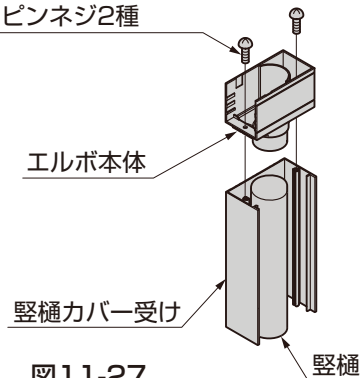
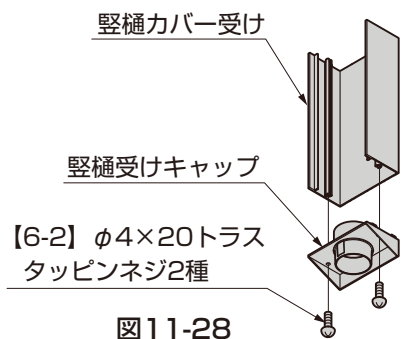

図11-27
図11-28
- ⑥ 縦樋の長さをH24の場合は2138mmに、H29の場合は2593mmに切断してください。
- ⑦ 縦樋受けキャップを縦樋カバー受けに【6-2】で取付けてください。(図11-28参照)
- ⑧ ⑥で切断した縦樋を縦樋受けキャップに差し込んでください。
- ⑨ エルボ本体を縦樋に挿入しつつ縦樋カバー受けに【6-2】で取付けてください。(図11-27参照)
- ⑩ 縦樋カバー受けを柱にあてエルボ本体をフレームに突き当たった状態で、ドリルで柱にφ3.2の下穴をあけ、【6-1】で縦樋カバー受けを柱に取付けてください。